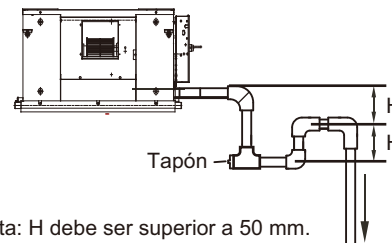

Figura 5.3 Esquema del sifón de almacenamiento de agua
- (1) Para la tubería de condensados conectada a la bandeja de drenaje principal en la unidad interior, la tubería de descarga de agua debe incluir sifón de almacenamiento de agua para evitar que la presión de carga se acumule y cause un drenaje de agua deficiente, fugas de agua o que el agua sea descargada fuera de la bandeja de condensados cuando la unidad interior está en funcionamiento.
- (2) En un escenario en el que la unidad interior funcione continuamente durante largos períodos de tiempo (48 horas o más), en operaciones continuas o en el que la humedad relativa del aire sea del 85% o superior, conecte la tubería de descarga de agua de la bandeja de drenaje secundaria a la tubería principal y, a continuación, instale el sifón de almacenamiento de agua. Instale sifón de almacenamiento de agua como se muestra en la Figura 5.3. Instálelo de tal manera que sea fácil de limpiar.